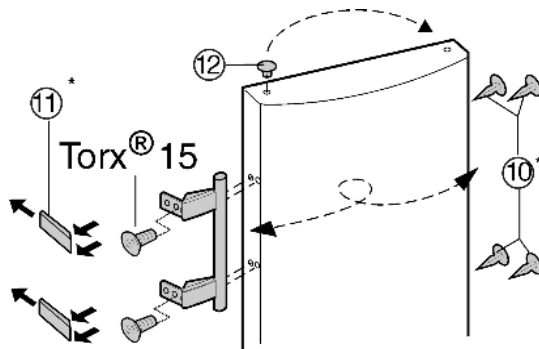

Fig. 9
- ▶ Til de stop *Fig. 9 (12)* uit de deurlagerbus en plaats hem om.
- ▶ Monteer deurgreep, stop *Fig. 9 (10)* en drukplaten *Fig. 9 (11)* af en monteer ze aan de tegenoverliggende kant.